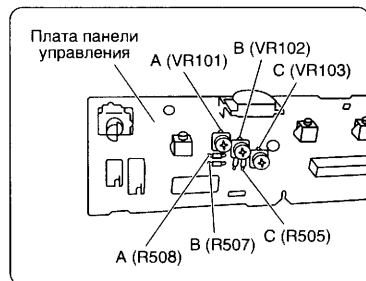

Рис. 19. Печатная плата панели управления в модели FC330
– установите на измерительном приборе диапазон «20 кОм» и замерьте сопротивление «А» между выводом потенциометра VR101 и выводом резистора R508 на снятой неисправной плате панели управления (см. рис. 19);
– установите на измерительном приборе диапазон «20 кОм» и замерьте сопротивление «В» между ножкой потенциометра VR102 и выводом резистора R507 на снятой неисправной плате панели управления (см. рис. 19);